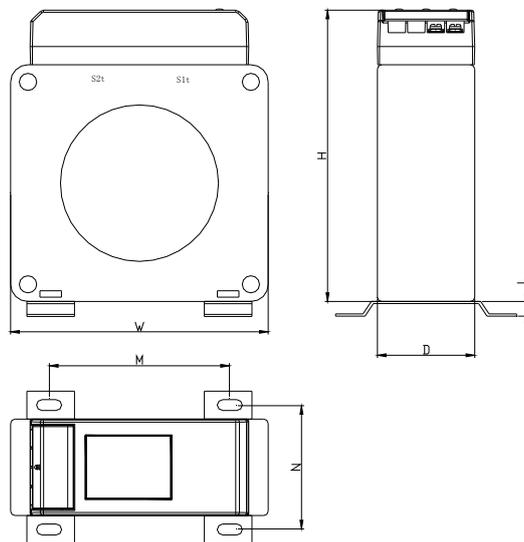
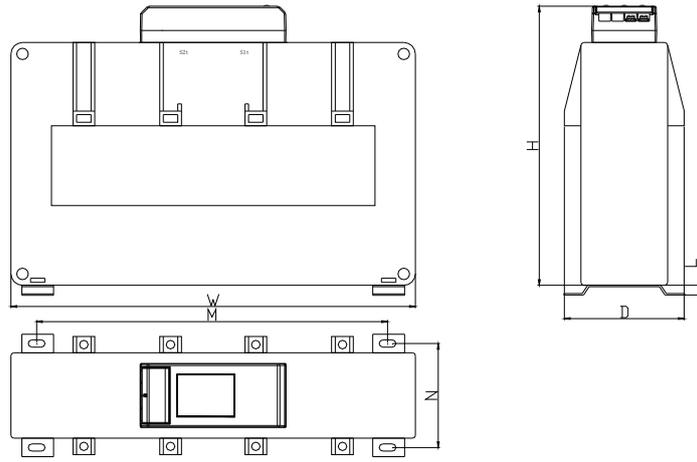
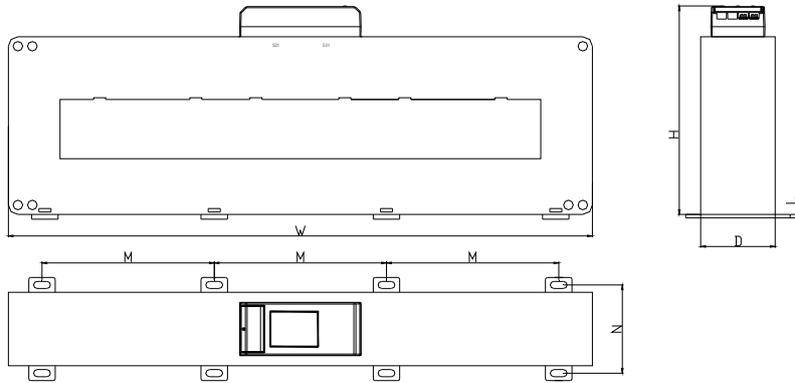
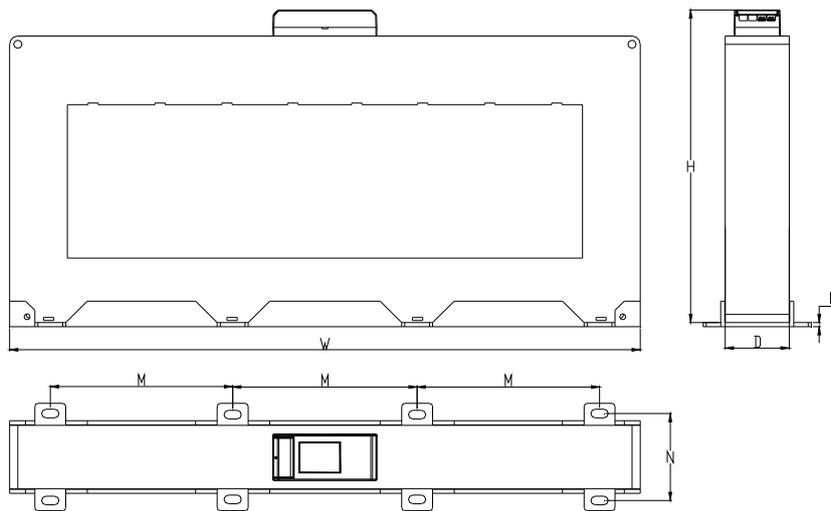

图 2.13 闭口圆孔型传感器外形示意图
图 2.14 闭口方孔型传感器外形示意图
图 2.15 闭口方孔型 (GSTZCT-40F) 传感器外形示意图
图 2.16 闭口方孔型 (GSTZCT-50F) 传感器外形示意图
2.3.2 闭口圆孔型传感器外形示意图如图 2.13 所示, 闭口方孔型传感器外形示意图如图 2.14、图 2.15 和图 2.16 所示, 所示参数见表 2.5